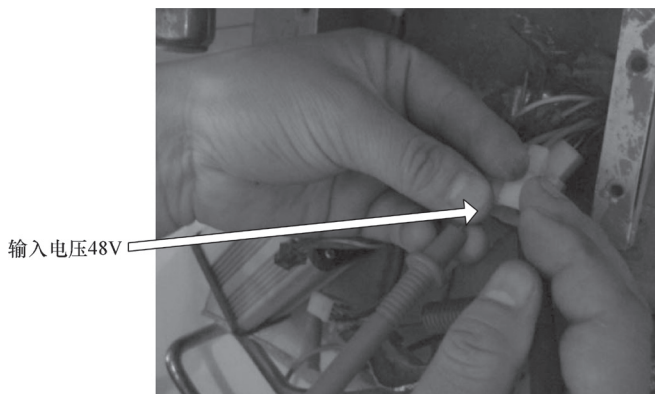

图 7-27 检测输入电压
- 2) 首先检查控制器电源输入电压为 48V, 如图 7-27 所示。其输出电压也正常, 即调速转把和闸把电源电压都为 5V。